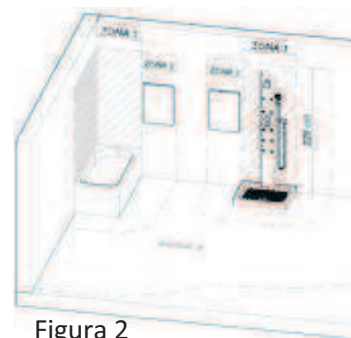

Figura 2
- Nei bagni l’apparecchio, in conformità alla normativa IEC 364-7-701:1984, può essere installato in zona 2 (vedi figura 2). Il prodotto è fornito con classe di protezione IP44.